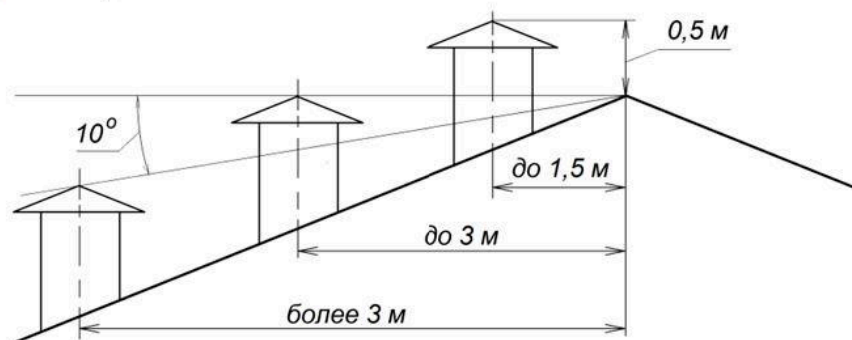

Рисунок 4. Варианты расположения дымовой трубы на крыше.
- д) выступающая над коньком крыши часть трубы должна быть (см. рис. 4):